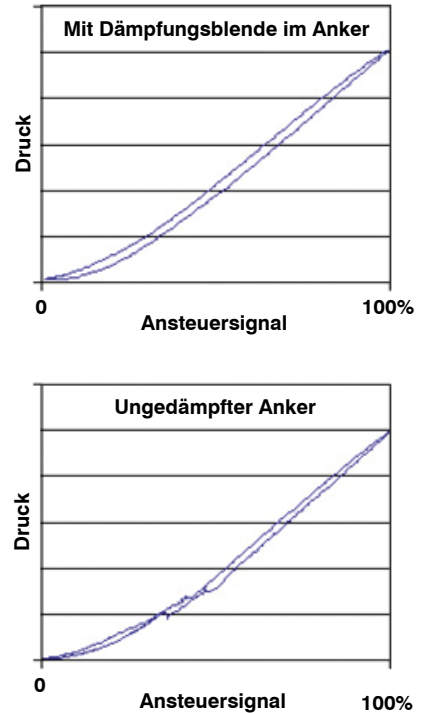

Bild 2: Druck über Ansteuersignal für ein RBAP mit und ohne Dämpfungsblende im Anker.
- Der gedämpfte Anker führt zu einer Verringerung der Spitzen im Druckverlauf bei minimalem Einfluss auf die Reaktionszeit. Bild 2 zeigt einen Vergleich der gedämpften mit der ungedämpften Variante bei einem Volumenstrom von 1 l/min.